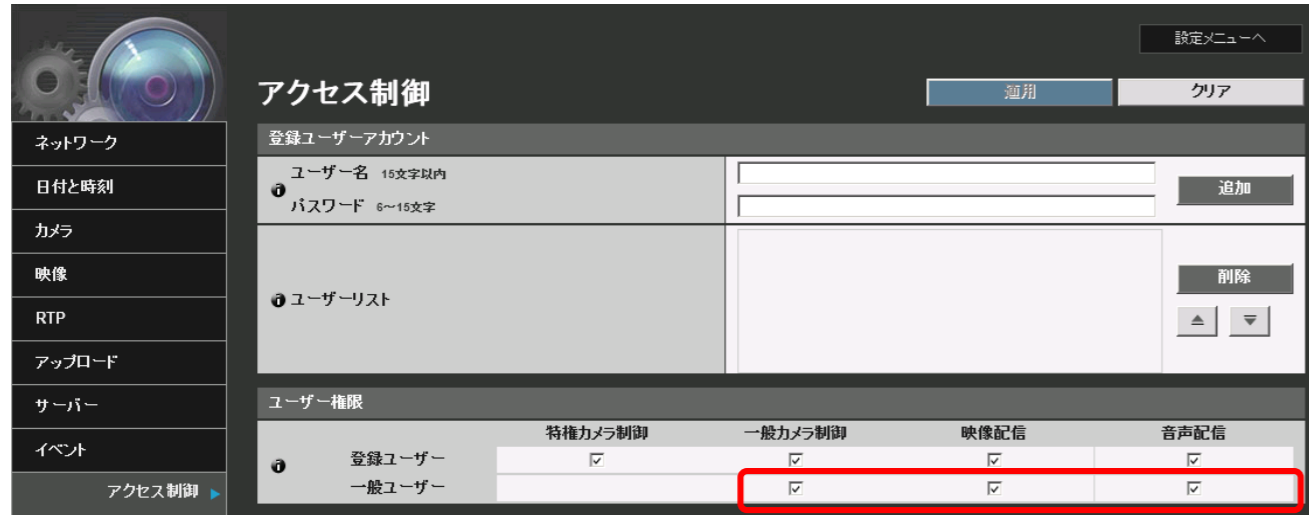

図4 ユーザー権限の設定
- (1) アクセス制御メニュー (またはユーザー管理メニュー) 内のユーザー権限において、一般ユーザーへ一般カメラ制御と映像配信を許可するチェックボックスから、チェックを外さないでください。(図4)